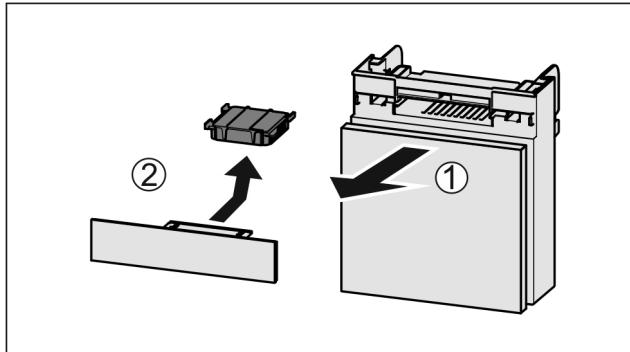

Fig. 120
- Вытянуть Fig. 120 (1) отделение движением вперед.
- Извлечение Fig. 120 (2) фильтра с активированным углем.